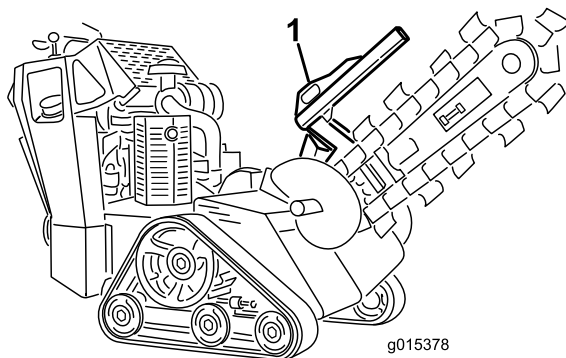
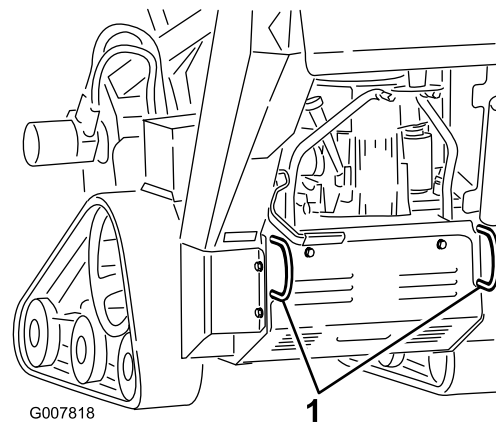

Bild 23
Bild 24
3. Befestigen Sie Ketten oder Riemen an den Vergurtungsstellen bzw. Hebelaschen vorne und hinten an der Maschine, um die Maschine am Anhänger zu befestigen (Bild 23 and Bild 24). Halten Sie die örtlichen Vorschriften für Anhänger und Vergütung ein.
Sie können die Maschine mit den Vergurtungs- und Hebeschlaufen als Hebestellen hochheben (Bild 23 und Bild 24).